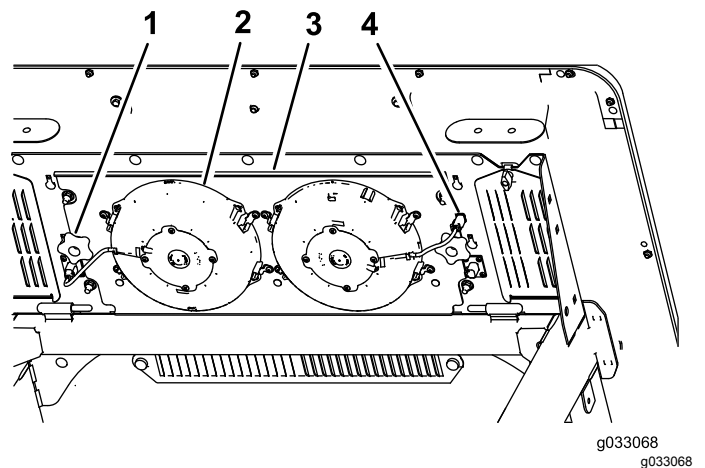

Figura 57
3. Desconecte el enchufe y el cable de los ventiladores de la toma (Figura 57).
4. Retire los 2 mandos que fijan el conjunto del panel del ventilador y los ventiladores a la parte inferior de la parte superior de la cabina (Figura 57) y retire el conjunto.